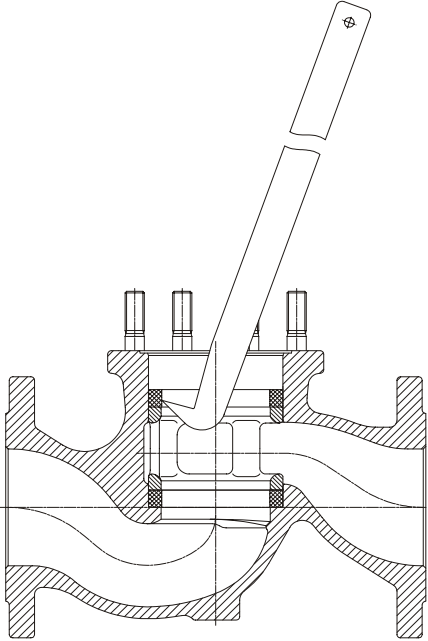

Fig.3
- Extraire la rondelle de pression (repère 17), puis la rondelle d'étanchéité supérieure KX-GT (repère 14) avec l'extracteur de rondelle approprié - **voir page 10 Fig. 3**